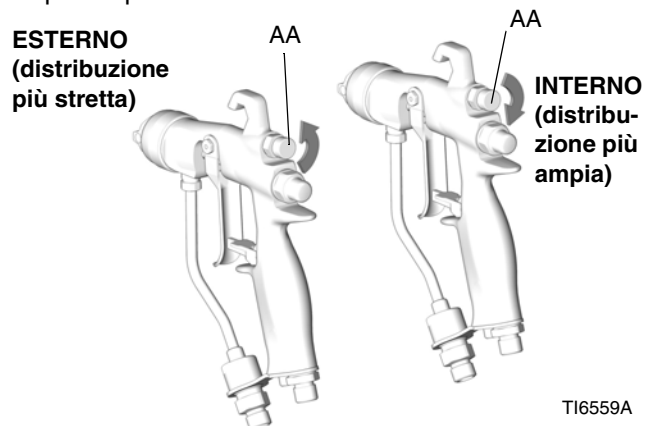

FIG. 7. Manopola aria distribuzione
- Vedere la FIG. 7. Chiudere l'aria di regolazione della distribuzione ruotando completamente la manopola (AA) in senso orario (verso l'interno). In questo modo la pistola viene impostata su una distribuzione più ampia.
- Vedere la FIG. 7. Per una distribuzione più stretta, ruotare la manopola della valvola di regolazione (AA) della distribuzione in senso antiorario (verso l'esterno). Se la distribuzione non è ancora abbastanza stretta, aumentare di poco la pressione dell'aria alla pistola o utilizzare un ugello di dimensioni diverse.